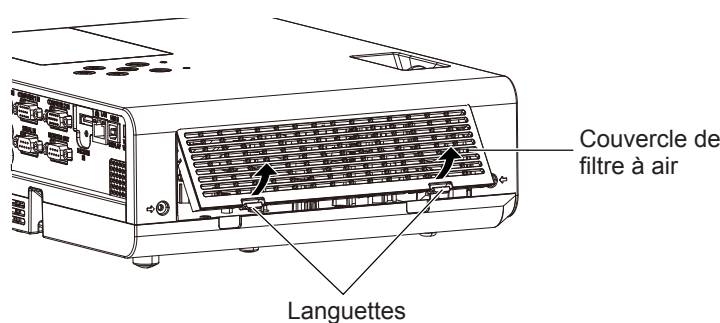

Fig.1
1) Retirer le couvercle de filtre à air. (Fig.1)